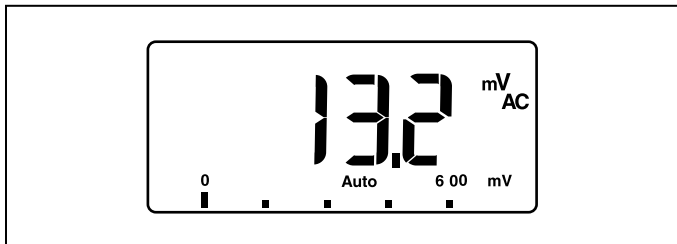

Figura 1. Lectura de voltaje residual
*El ejemplo de la Figura 1 muestra una lectura de 13,2 milivoltios de CA que es muy cercana a una lectura de cero voltios. 1 milivoltio es igual a 0,001 voltios o 1 milésimo de voltio.*